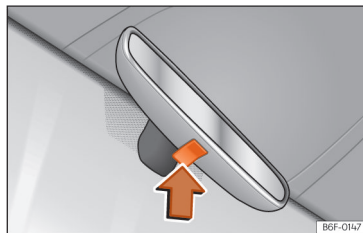

Fig. 86 Funcția de reglare manuală anti-orbire a oglinzii retrovizoare
- Pentru a întuneca oglinda retrovizoare, apăsați butonul de actualizare a oglinzii ►►► **fig. 86** (săgeată).